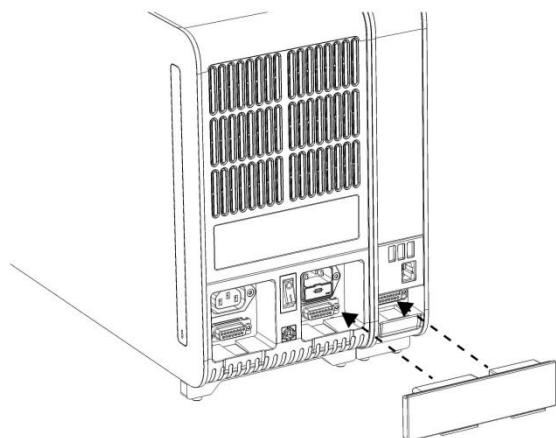

图 5. 连接分析/操作模块桥。
5. 连接 QIAstat-Dx Analyzer 1.0 背面的分析/操作模块桥，使操作和分析模块连接到一起（图 5）。